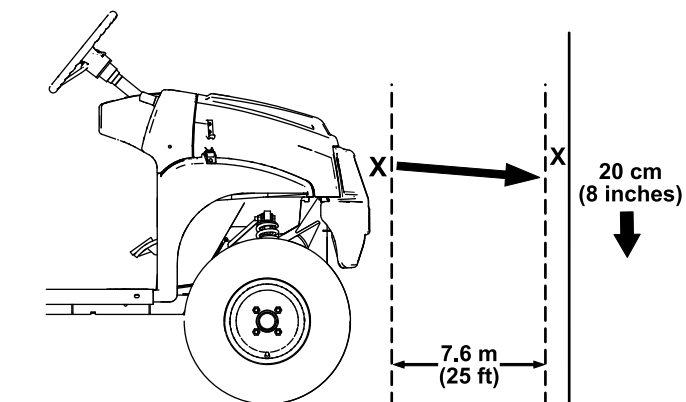

図 50
- 平らな場所で、ヘッドライトを壁に向け、ライトと壁の距離が 7.6 m 程度になるように駐車する 図 50。
ヘッドライトのビームの最も明るい部分が、壁に付けた印の約 20 cm 下を照らしていればよい 図 50。